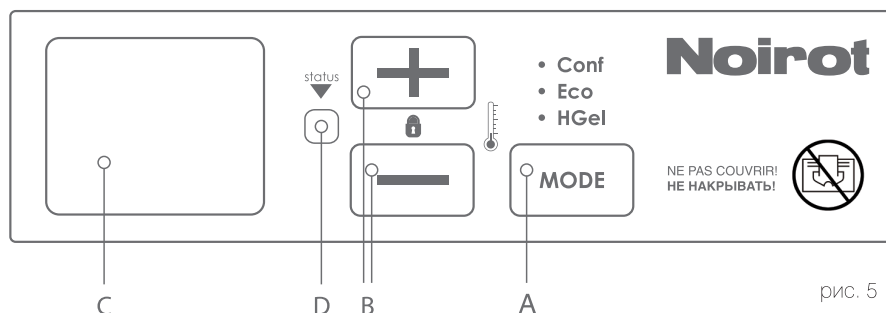

рис. 5
**Блок управления прибора (рис. 5)**